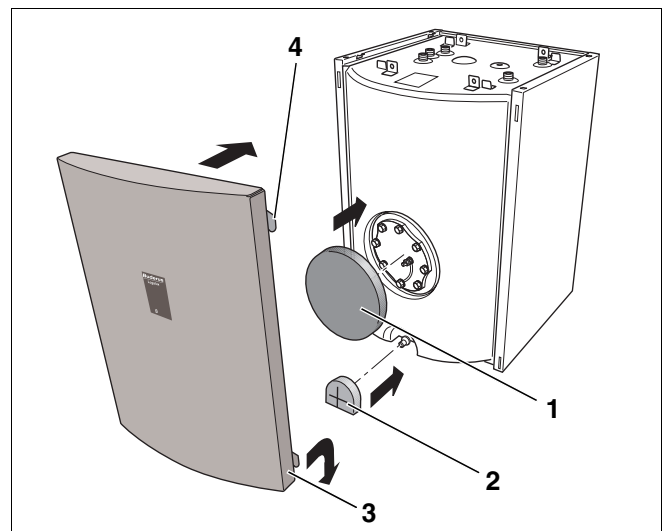

Abb. 13 Wärmeschutz und Vorderwand montieren
- Wärmeschutzscheibe (Abb. 13, **Pos. 1**) vor dem Handlochdeckel einsetzen.
- Wärmeschutzteil (Abb. 13, **Pos. 2**) am Entleerungshahn einsetzen.
- Vorderwand mit den unteren Haken (Abb. 13, **Pos. 3**) in die Schlitze der Seitenwände einhängen.
- Vorderwand oben an den Warmwasserspeicher andrücken und die oberen Haken (Abb. 13, **Pos. 4**) in die Schlitze der Seitenwände einhängen.